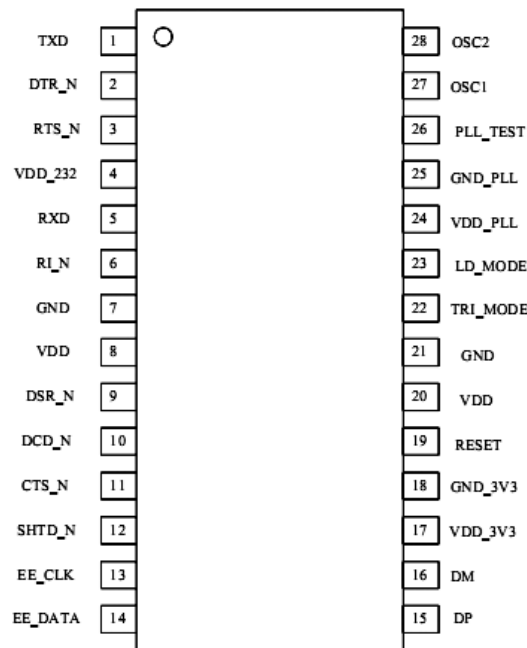

Рис. 1. Распиновка конвертора PL2303
– Причин может быть несколько. Самая вероятная – недостаточность уровней вашего адаптера для интерфейса тепловычислителя. Несмотря на то, что стандарт EIA-232 допускает уровни от ± 3 В до ± 15 В (логический ноль – положительный, логическая единица – отрицательный потенциал), многое зависит от схемотехники реализации интерфейса тепловычислителя. Довольно часто используются не классические драйверы типа ADM232, MAX232, а схемы гальванической развязки исключительно с целью защиты аппаратуры. При использовании железного порта RS-232 его уровней оказывается достаточно для работы схемы, а с дешевых адаптеров максимум можно выжать от 3-х до 5-ти вольт. И потом сами чипы от профилика хитрят в своем роде. Возьмем даташит (см. ресурсы) на массово используемый драйвер USB/UART TTL – PL2303. Мало кто знает, что профилик кроме работы собственно как штатный USB/UART TTL преобразователь умеет притворяться 232-м интерфейсом путем подачи напряжений на определенные пины, т.е. при такой схеме ему отдельный “честный” преобразователь типа MAX232 не требуется. Уровень логической единицы определяется напряжением на входе VDD_232, выводы 1-3, 5, 6 и 9-11 (см. рис. 1) представляют собой последовательный порт.